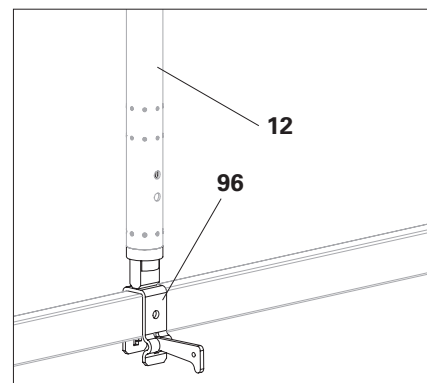

Fig. A11.09c
3. Inserire il montante verticale (**12**) sul connettore UH (**96**). (Fig. A11.09c)